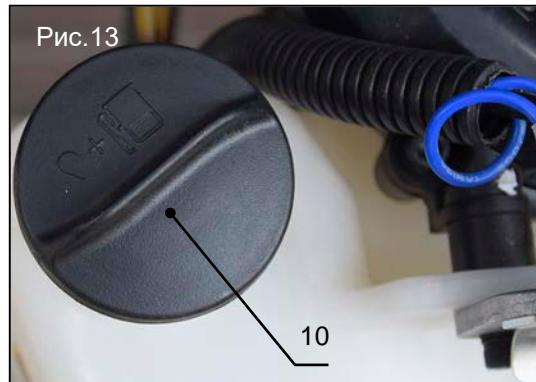

Рис.13
- Следует тщательно очистить всю поверхность рядом с крышкой бака (поз.10, рис.13), чтобы в него не попала грязь.
- Открутите крышку бака (поз.10, рис.13), и осторожно налейте смесь горючего так, чтобы она заполнила бак до нижнего края патрубка. Наливайте осторожно, чтобы не расплескать горючее.
- Плотно закрутите крышку бака (поз.10, рис.13).